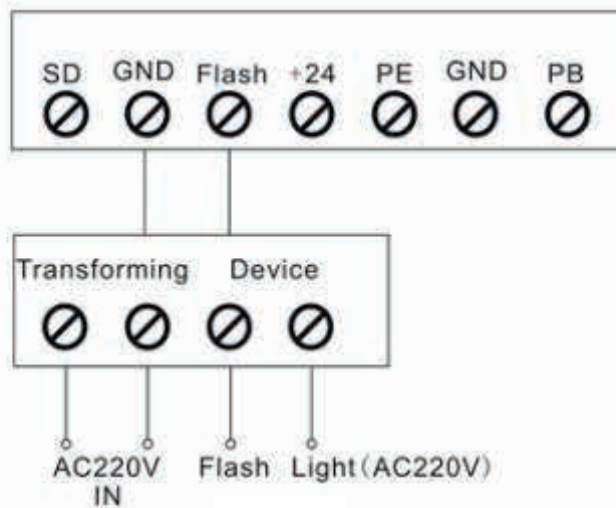
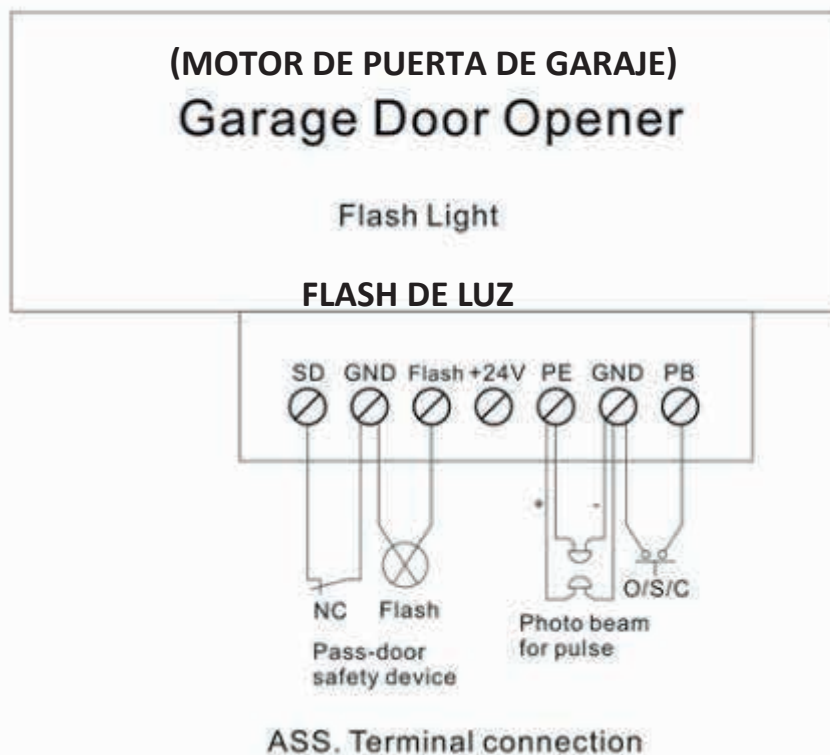

Fig:17
Fig:18
1. Las interfaces O/S/C disponibles. (Fig. 17, Fig. 18) Añade un nuevo O/S/C botón para abrir o cerrar puerta
2. Función de luz de flash. (Fig. 17, Fig. 18)
3. Pasar protección de puerta (SD) (Fig. 17, Fig. 18)